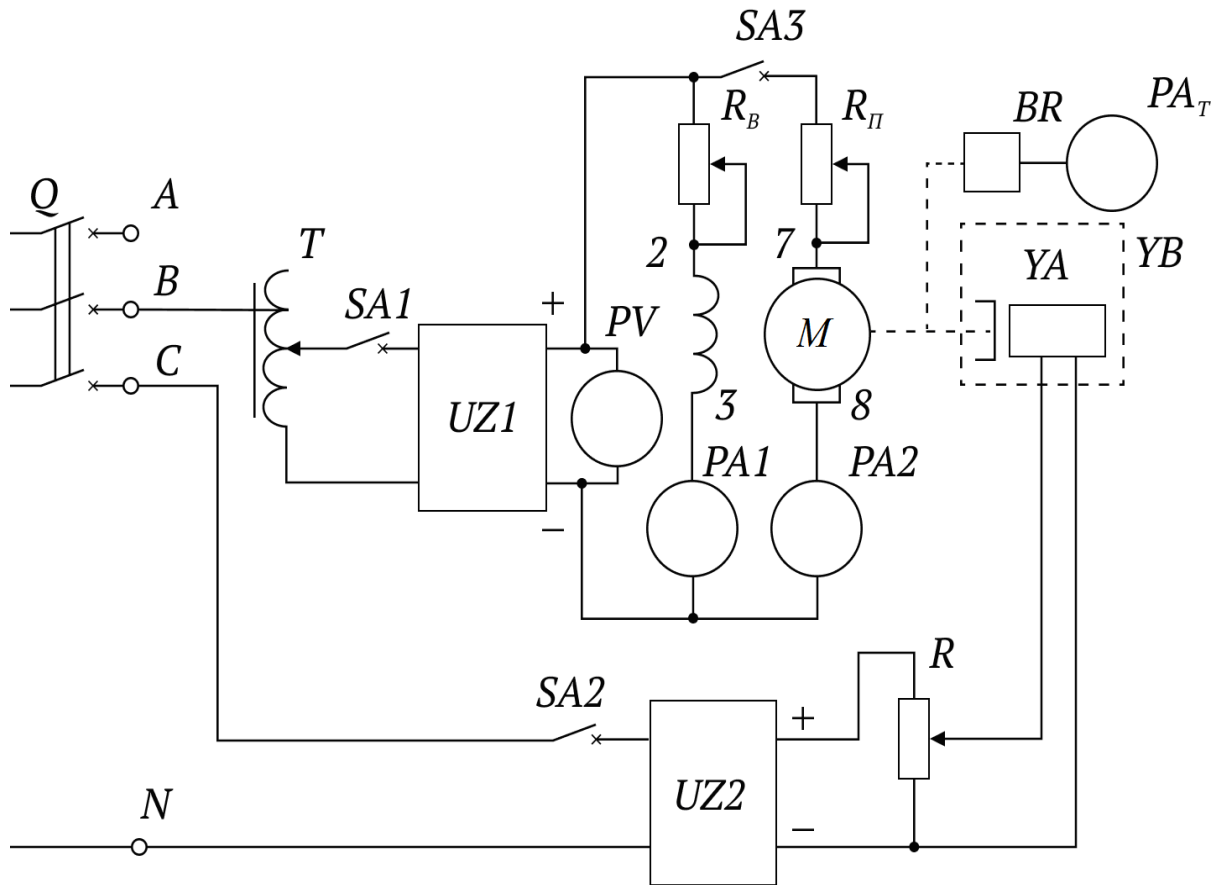

Рисунок 1. Схема экспериментальной установки
Требуемое напряжение на двигатель устанавливается (см. рисунок 1) с помощью автотрансформатора ( $T$ ) типа АОСН-2-220, к выходу (0... 250 В) которого подключен выпрямитель  $UZ1$  ("Выпр. Г").
Нагрузкой двигателя  $M$  (рисунок 1) служит тормоз с электромагнитным приводом  $YB$ . Его основными частями являются алюминиевый диск, укрепленный на валу, сочлененный муфтой с валом двигателя, и электромагниты  $YA$ , окружающие диск. При питании катушек электромагнитов постоянным током создается магнитное поле, индуктирующее во вращающемся диске вихревые токи. В результате взаимодействия вихревых токов с магнитным полем возникает момент в направлении вращения диска, который поворачивает электромагниты вместе с противодействующим грузом и стрелкой, указывающей значение вращающего момента на неподвижной шкале. Величина тормозного момента регулируется изменением тока в катушках электромагнитов  $YA$ , осуществляемого реостатом  $R$  сопротивлением 470 Ом, подключенным к выходу выпрямителя  $UZ2$  ("Выпр. II"). На вход выпрямителя  $UZ2$  подается фазное напряжение с блока включения (например, клеммы  $C$  и  $N$ ).
4.3. Собрать электрическую схему (рисунок 1) и дать её проверить лаборанту или преподавателю. При этом все выключатели должны находиться в выключенном состоянии (нижнее положение), а регуляторы автотрансформатора  $T$  и реостатов на стенде – против часовой стрелки до упора.